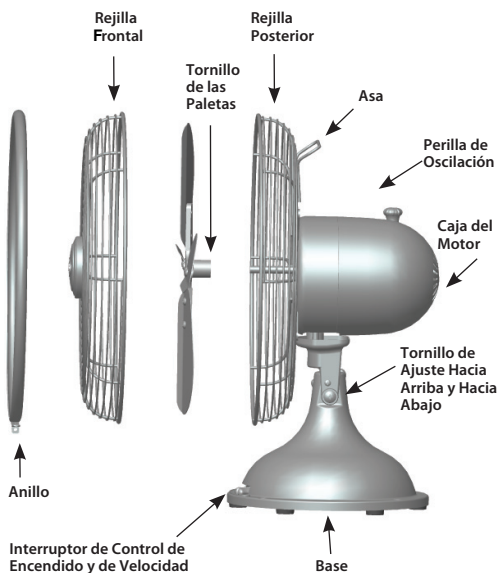

Figura 7
2. Después, alinee las rejillas retirando cuidadosamente el tornillo de la parte inferior de la rejilla y apretando el anillo para quitar el gancho del agujero. Vea la Figura 7.